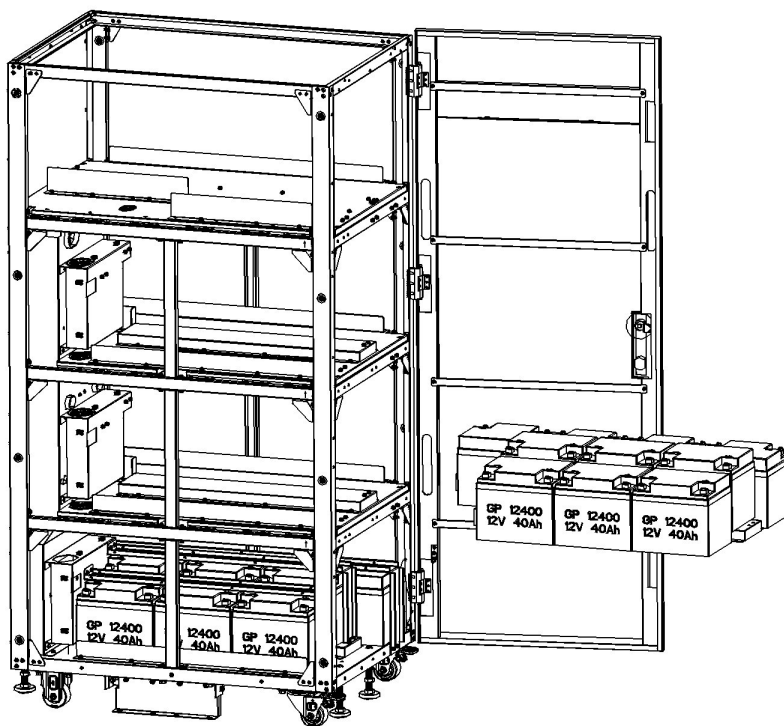

Figura 5-47
5. Vuelva a instalar 2 soportes de sujeción de la batería con tornillos en la capa 1 (Figura 5-47).
6. Instale 10 módulos de baterías en la capa 2. (Figura 5-47).